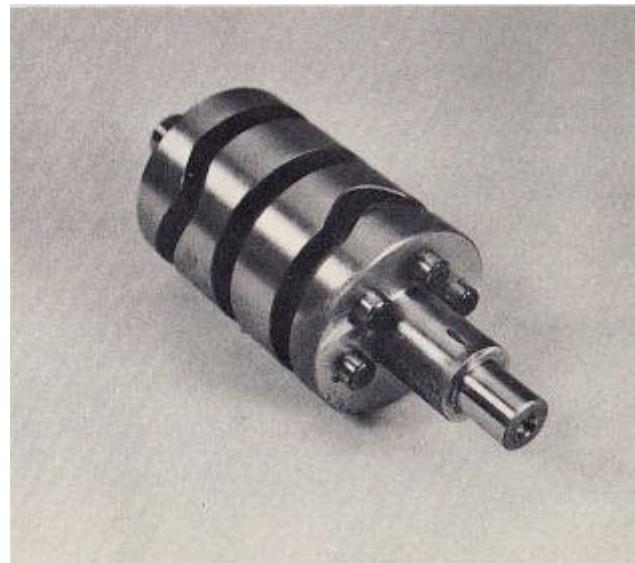

FIG. 26
4. Las horquillas de cambio se acciona mediante el cambio de tambor (Fig. 26). Las horquillas de cambio tienen un pequeño, redondo y espiga mecanizada en cada uno de ellos. Estas clavijas encajan en las ranuras cortadas en la superficie del cambio de tambor. Cada tenedor cambio tiene su propio ritmo. Cuando el tambor gira está cambiando, las ranuras de las horquillas se mueven hacia atrás y adelante, con la
6. El cambio de batería cuenta con cuatro clavijas redondas que sobresalen de su extremo izquierdo. Estas clavijas se llaman pins selector (Fig. 26). Son parte de los medios por los cuales el cambio de batería se enciende.